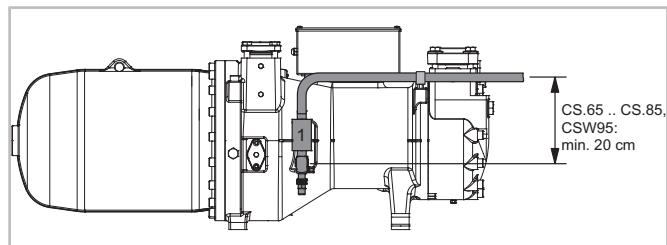
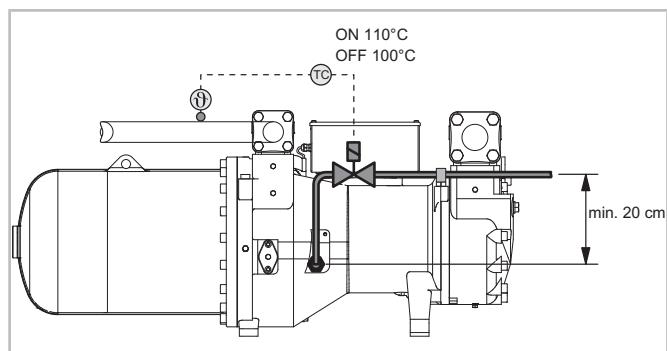

Рис. 5 Схема прокладки трубопровода линии экономайзера на компрессоре
Рис. 6 Схема прокладки трубопровода линии впрыска жидкого хладагента (LI) с клапаном впрыска хладагента
Опциональные линии экономайзера (ECO) (не для CSH95), см. рис. 5, стр. 78 и/или впрыска жидкости (LI), см. рис. 6, стр. 78 должны быть направлены вертикально вверх от места присоединения. Это предотвращает миграцию масла и повреждение компонентов вследствие гидравлических ударов (см. руководство SH-170).